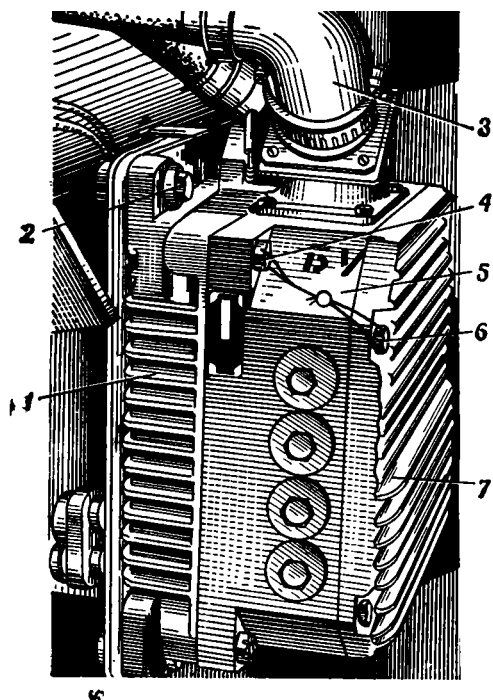

Рис. 16. Блок усилителей:
1. Расшплинтовать и отвернуть накладную гайку штепсельного разъема 3 (рис. 16), отсоединить кабель от блока 5 усилителей.
1. Установить блок 5 усилителей (рис. 16) на место и закрепить его болтами 2. Болты зашплинтовать.
1. Отвернуть два болта 4 (рис. 16) и открыть крышку 1 блока 5 усилителей.
1. Отвернуть четыре болта 6 (рис. 16) и снять крышку 7 блока усилителей.